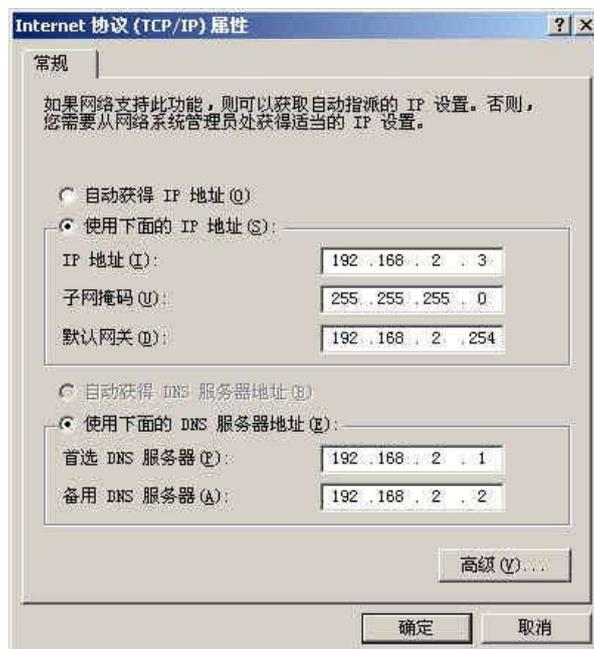
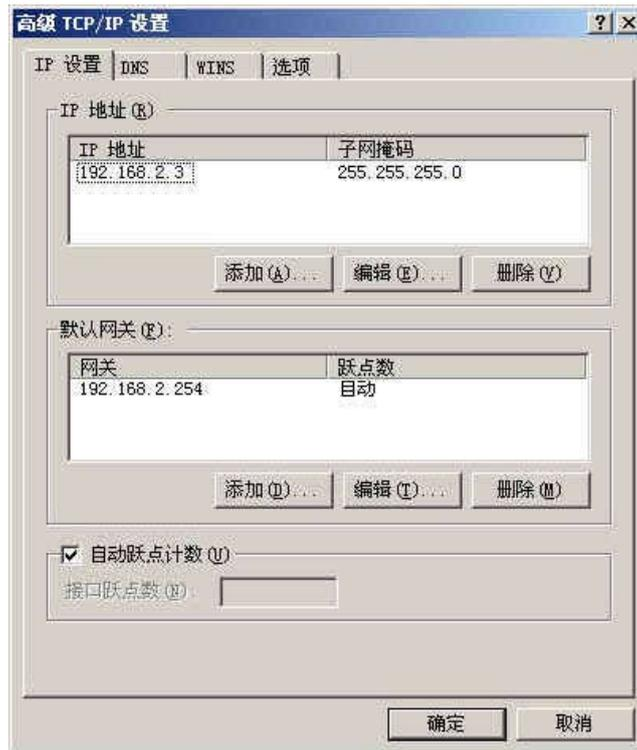

图 4.7 Windows 2000/XP TCP/IP 属性界面
图 4.8 Windows 2000/XP TCP/IP 设置界面
选择“常规”选项开，在“此连接使用下列项目(D):”下拉框中选择“Internet 协议 (TCP/IP)”项。单击属性弹出如图 4.7 所示的界面。
单击图 4.7 界面的“高级 ( Y ) ...”按钮，这时会弹出如图 4.8 所示的界面。
在图 4.8 界面的“IP 设置”选项卡的“IP 地址 (R)”栏单击“添加(A)...”按钮。弹出如图 4.9 所示的对话框。